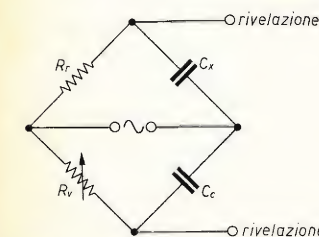

figura 2
**ERRATUM:** n. 1/74, pagina 101, prima riga sopra la figura 2: si legga **20 dB** invece di 26 dB. □
La relazione non muta se alimentiamo il circuito in corrente alternata. La variante vien denominata PONTE di KOHLRAUSH; trova applicazione nella misura della resistività degli elettroliti che altrimenti verrebbe falsata dall'elettrolisi. Lo impiegheremo noi pure per versatilità e semplicità. Immaginiamo ora di sostituire due rami resistivi con capacità, una di confronto o campione  $C_c$ , l'altra incognita,  $C_x$ ; otteniamo il PONTE di SAUTY, anch'esso alimentato in alternata (figura 2).